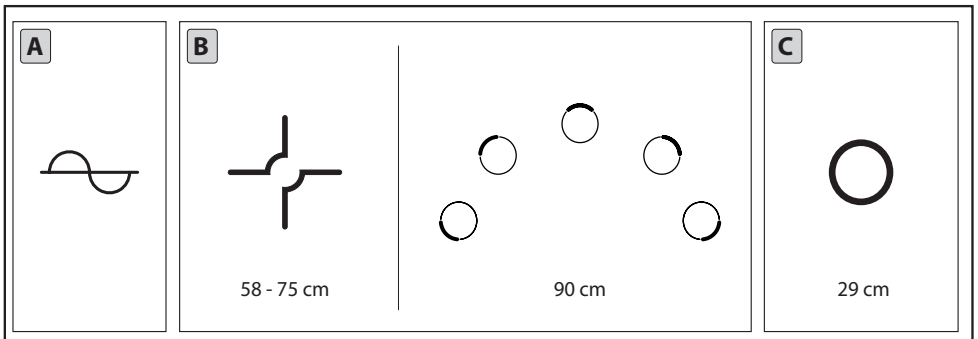

Fig.3
• **Spie (Fig.3):**
• Kontrollleuchten (Abb.3):